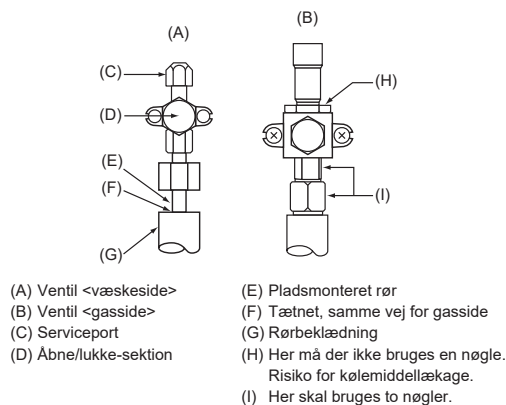

Fig. 4-5
4.4. Metode til lufttæthedstest for kølemiddelhør (Fig. 4-5)
- Kontrollér, at ventilerne (A) (B) er lukkede, og sørg for ikke at åbne dem.
- Påfør tryk på kølemiddelhørene gennem servicepunktet (C) på væskeventilen (A).